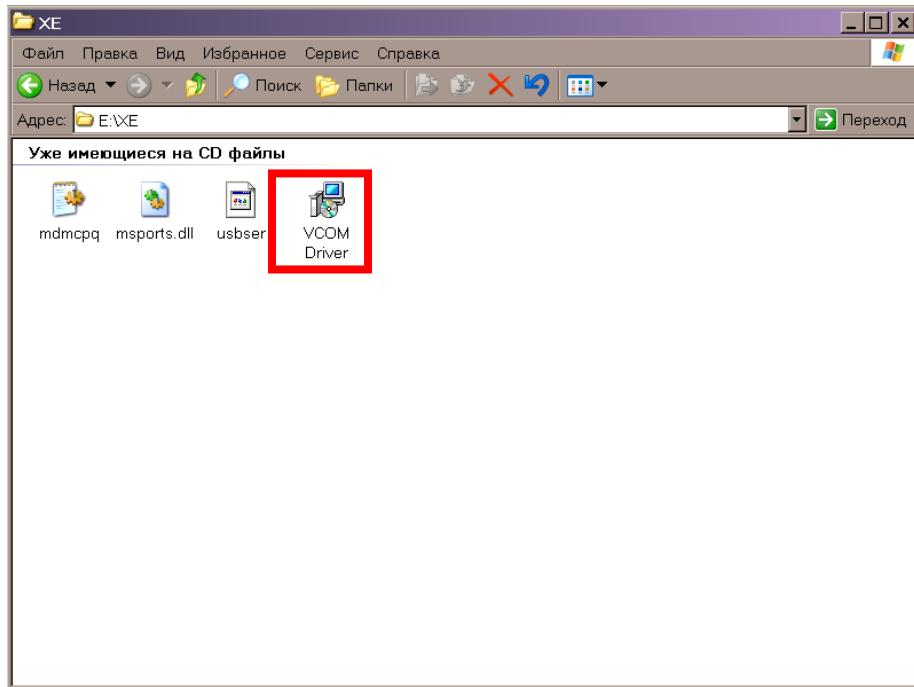

Рис. 9.1 - Содержание компакт-диска в комплекте с весами ХЕ
- После загрузки диска в дисковод ПК откройте в корневой директории папку «ХЕ», в которой необходимо запустить файл «VCOM Driver» (см.Рис.9.1).